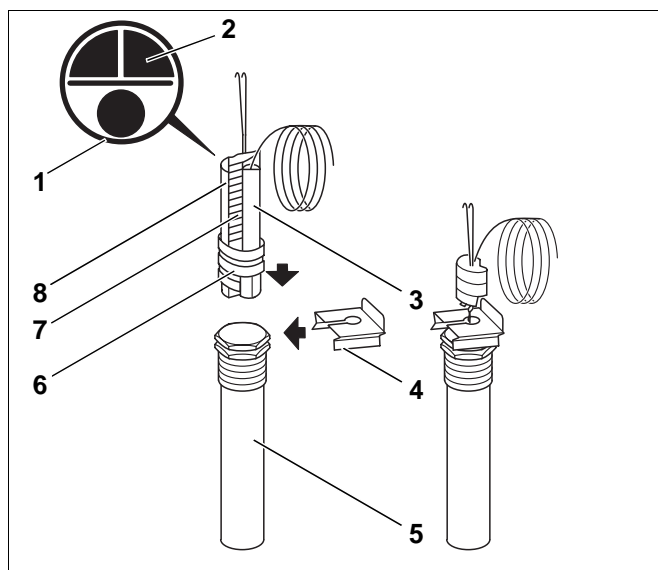

Abb. 1 Tauchfühler-Montage
- Tauchfühlereinheit (Abb. 1, **Pos. 1**) bis zum Anschlag in die Tauchhülse (Abb. 1, **Pos. 5**) einstecken.
Die Kunststoffspirale (Abb. 1, **Pos. 6**) - zum Zusammenhalten der Fühler - schiebt sich beim Einstecken automatisch zurück.
Die Ausgleichsfeder (Abb. 1, **Pos. 7**) und die Blindstücke (Abb. 1, **Pos. 2 u. 8**) müssen mit in die Tauchhülse eingeschoben werden. Sie dienen zum Andrücken der Temperaturfühler an die Tauchhülsewand zwecks besserer Wärmeübertragung.
- Fühlersicherung (Abb. 1, **Pos. 4**) von der Seite über den Tauchhülsekopf schieben. Die Fühler sind damit gegen Herausrutschen gesichert.
In diesem Fall wird nur der Sensor (Abb. 1, **Pos. 3** und Abb. 2, **Pos. 1**) der beigelegten Tauchfühlereinheit (Abb. 1, **Pos. 1**) verwendet - Ausgleichsfeder und die Blindstücke werden nicht benötigt.